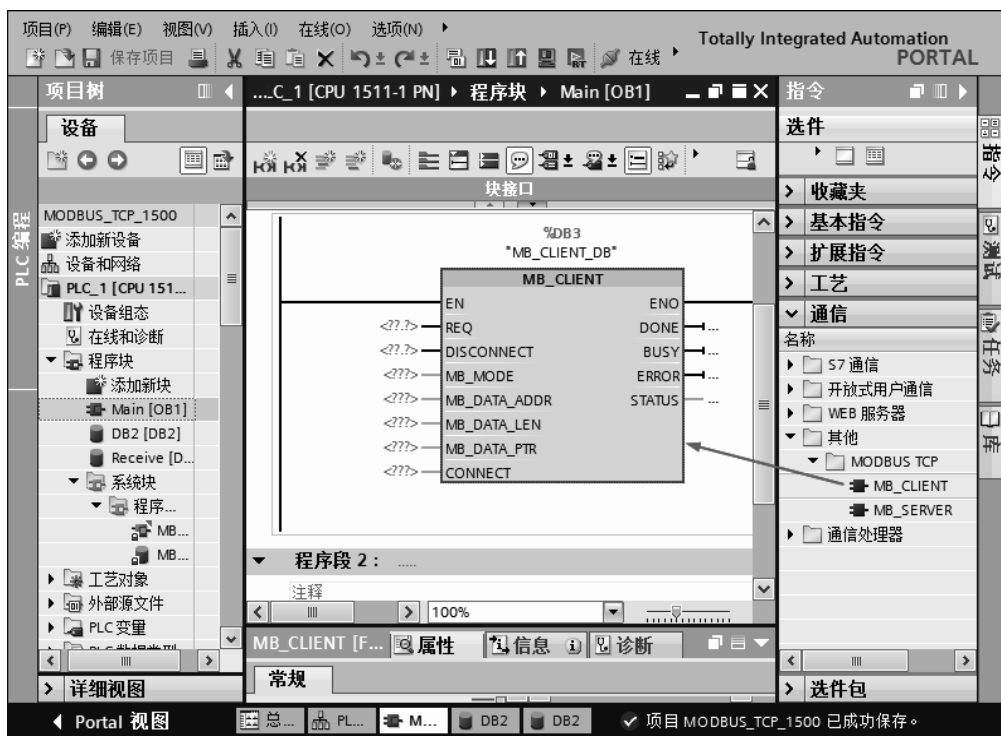

图 7-130 插入功能块“MB_CLIENT”
② 插入功能块“MB_CLIENT”。选中“指令”→“通信”→“其他”→“MODBUS_TCP”, 再把功能块“MB_CLIENT”拖拽到程序编辑器窗口, 如图 7-130 所示。